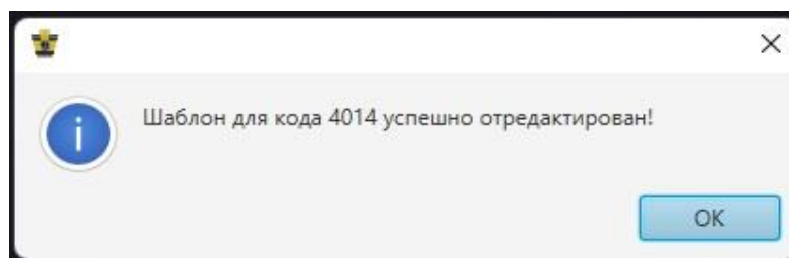

Рисунок 2.12 – Модальное окно об успешном редактировании
- 4) получить уведомление об успешном редактировании (рисунок 2.12).